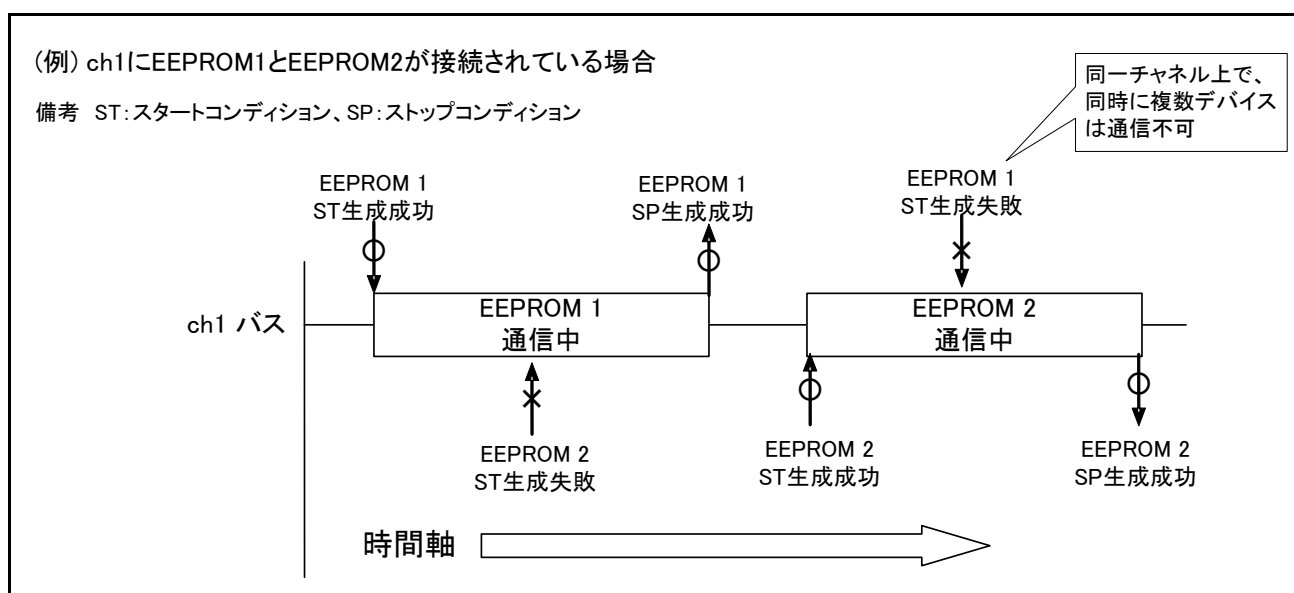

図 1.1 複数の EEPROM の制御例
- 1 つのチャンネル・バス上の複数の EEPROM を制御できます。ただし、通信中 (スタートコンディションから、ストップコンディション生成完了までの期間) は、そのデバイス以外の通信はできません。図 1.1 に複数の EEPROM にアクセスする場合の制御例を示します。